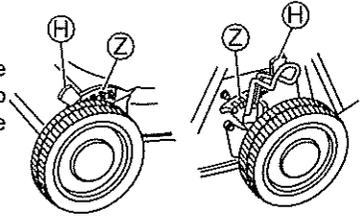

Fig. 21.
2 Spostare le leve di regolazione dell'altezza (H) verso il lato della ruota, separando le dentellature (Z). (Fare riferimento alle Figure 21 e 22.)